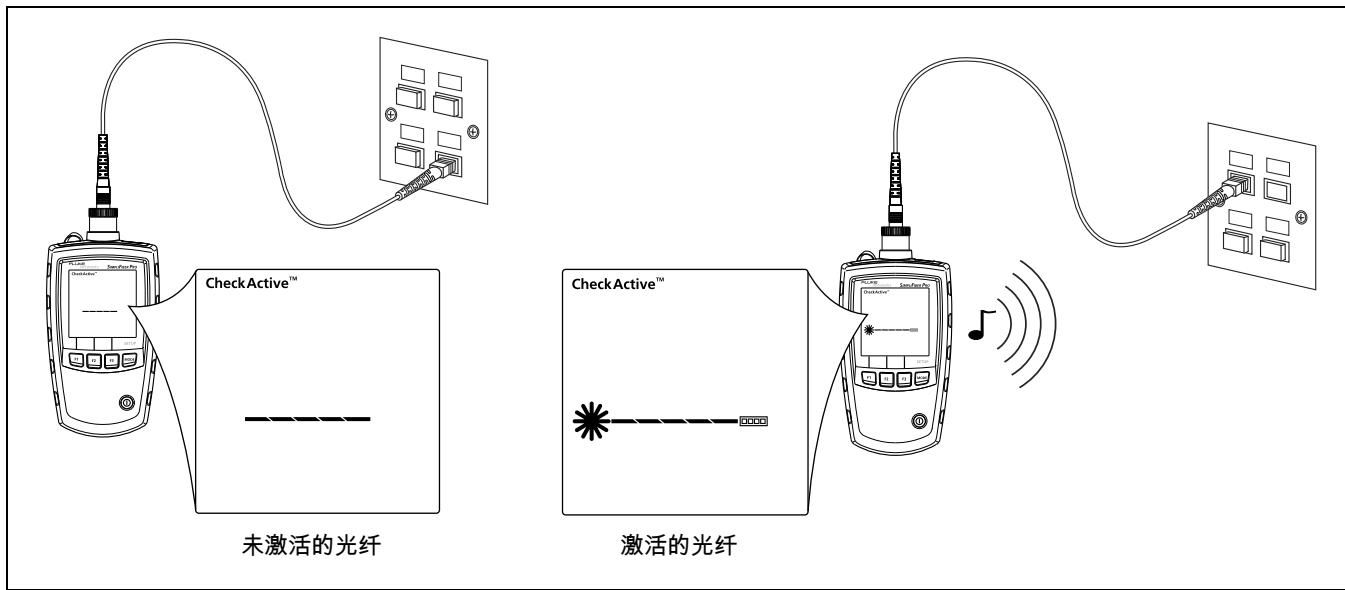

图 5. 侦测激活的光纤
- 2 将光功率仪与光纤相连接。光功率仪显示光纤激活，如图 5 所示。